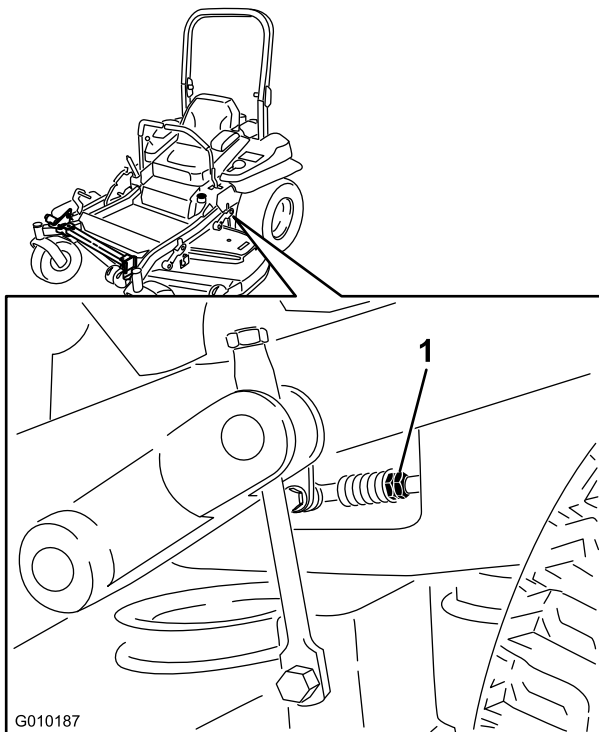

Bild 86
- Stellen Sie die Länge der Pumpenschaltstange ein, indem Sie die Doppelmuttern an der Stange so weit in die entsprechende Richtung drehen, bis sich die Räder leicht zurückdrehen (Bild 86).